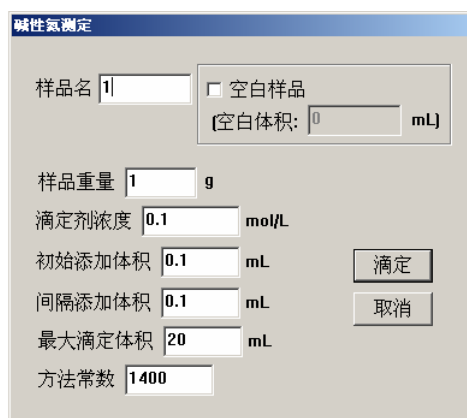

图 6
(3) 单击工具栏中“▶”开始测量→如图 6 所示→输入样品号 (如果是空白样品, 则选择空白样品), 输入样品重量, 滴定剂浓度, 从键盘输入初始体积数 (通常为 0.01 ~ 0.05ml), 从键盘输入间隔体积数 (通常为 0.01 ~ 0.05ml), 从键盘输入最大滴定型体积数 (通常为 10 ~ 50ml), 单击【滴定】。